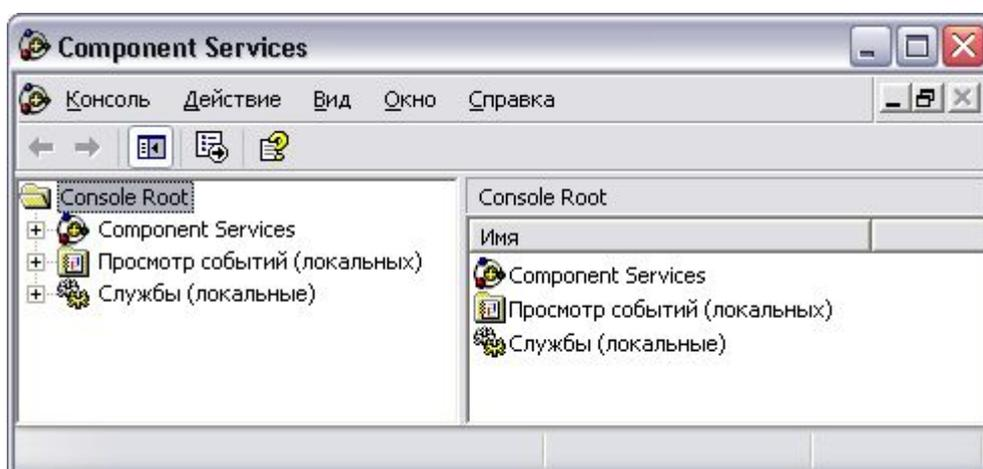

Рис. 7 Настройка DCOM – Окно настройки
1. Выполнить команду Пуск->Выполнить, ввести 'dcomcnfg', нажать 'ОК'. Появится диалоговое окно для настройки DCOM (Рис. 7):